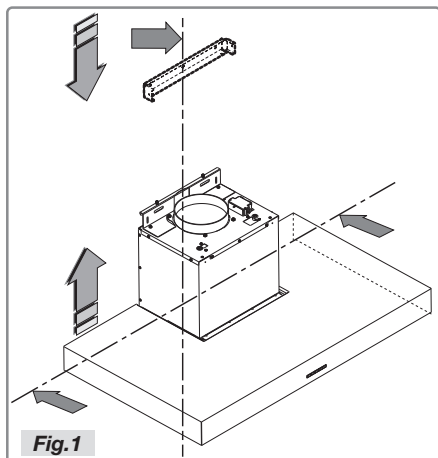

Fig.1
- Dessinez les contours de la face inférieure de la hotte sur le mur, en tenant compte de la distance minimale entre la hotte et la cuisinière (Fig.1).